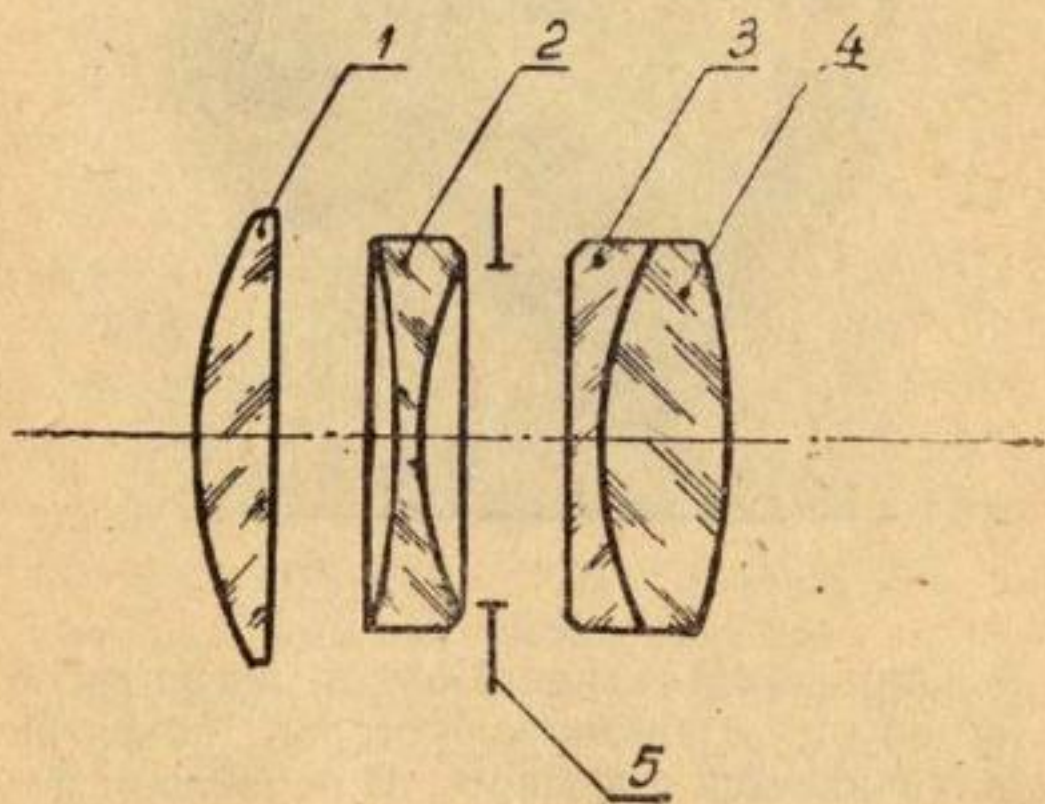

Рис. 1.
3. Схема оптической системы объектива (рис. 1)